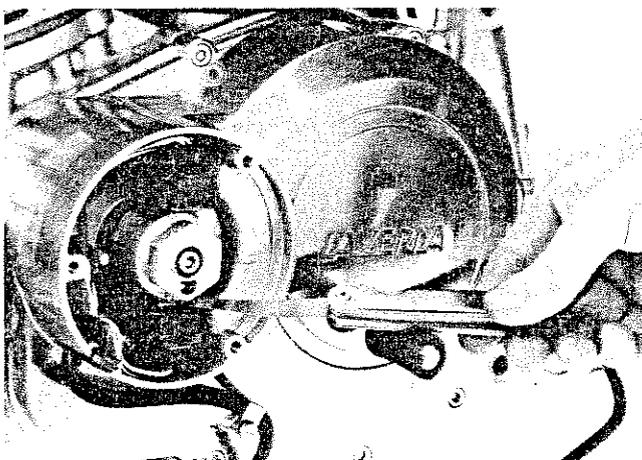

Fig. 183
- d) Serrare le brugole di fissaggio mantenendo fra pick-up e rotore la prescritta distanza di mm $0,10 \div 0,20$ (Fig. 183).
- d) Tighten the securing Allen screws; the clearance between pick-up and rotor should be maintained between 0.10 and 0.20 mm (Fig. 183).